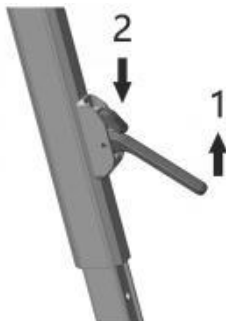

Figura D7
a. Levante el pestillo del brazo y presione hacia abajo el cabezal de bloqueo, luego deslícelo fuera del brazo de soporte hasta la altura adecuada (Figura D7) y suelte el cabezal de bloqueo para bloquear el brazo de soporte.